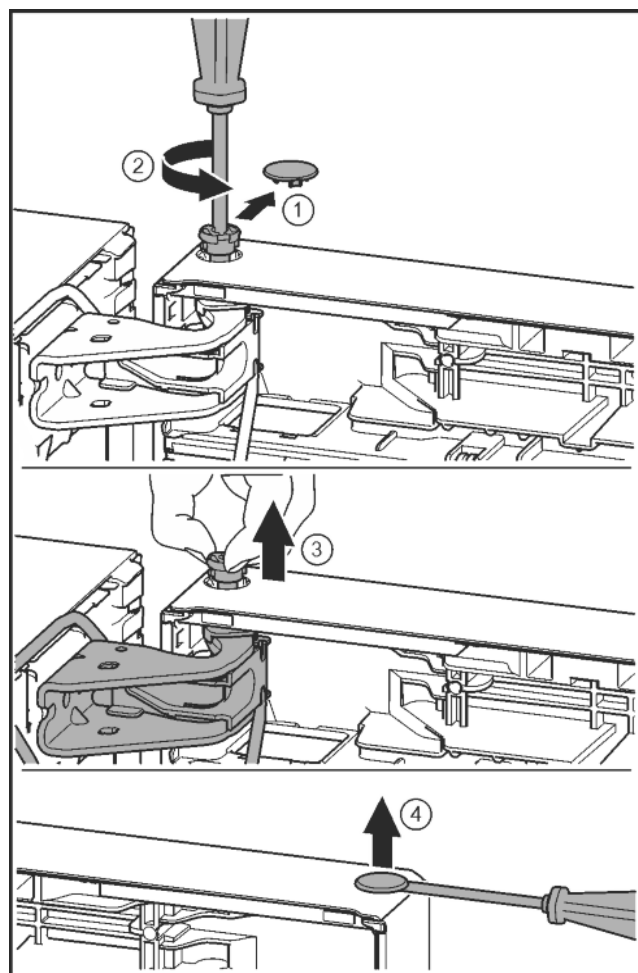

Fig. 21
- ▶ Ostrożnie zdjąć osłonę zabezpieczającą. *Fig. 21 (1)*
- ▶ Sworzeń wykręcić nieco przy pomocy śrubokręta T15. *Fig. 21 (2)*
- ▶ Przytrzymać drzwi i wyjąć sworzeń palcami. *Fig. 21 (3)*
- ▶ Zatyczkę ostrożnie podważyć przy pomocy śrubokręta i wyjąć z tulei łożyskowej drzwi. *Fig. 21 (4)*